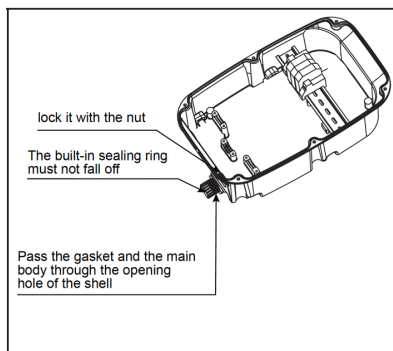

Abb. 15
- a2. Führen Sie die Dichtung ("Gasket") und den Hauptkörper durch die Öffnung im Gehäuse und befestigen Sie diese mit der Mutter, wie in Abbildung 15 gezeigt. Stellen Sie sicher, dass sich der integrierte Dichtring nicht aus seiner Fassung löst.